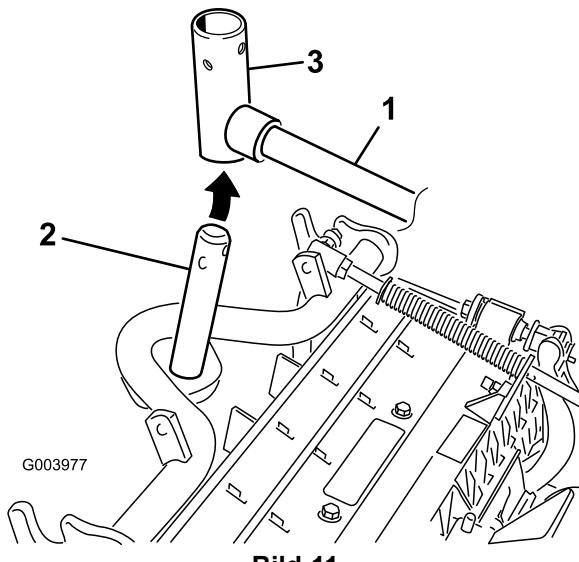

Bild 11
8. Vorderen Mähwerke: Schieben Sie ein Mähwerk unter den Hubarm und schieben Sie gleichzeitig den Trägerrahmenschaft in das Gelenkjoch des Hubarms (Bild 11).
- B. Setzen Sie das Hubarmjoch in den Trägerrahmenschaft ein (Bild 11).